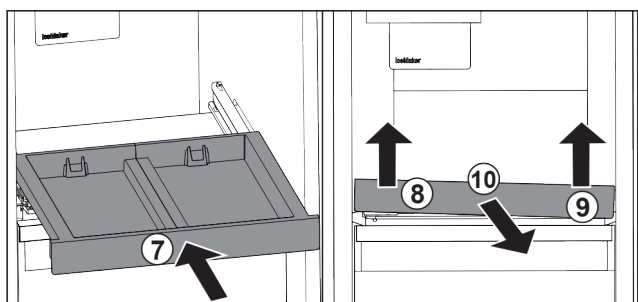

Fig. 101
- ▶ Inșerați raftul extractibil. Fig. 101 (7)
- ▶ Ridicați raftul extractibil din față stânga. Fig. 101 (8)
- ▶ Ridicați raftul extractibil din față dreapta. Fig. 101 (9)
- ▶ Extrageți raftul extractibil spre înainte. Fig. 101 (10)